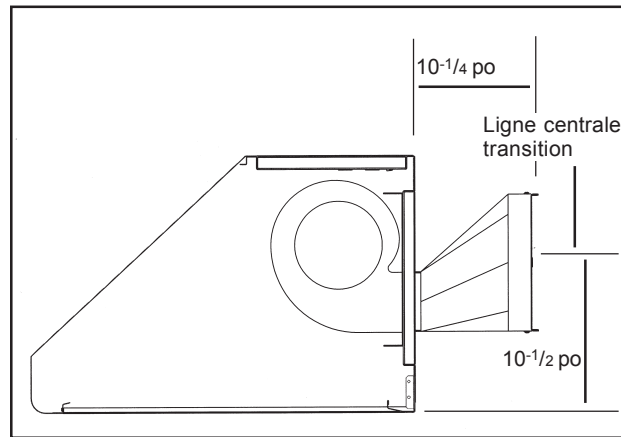

Figure 6
La transition fournie avec la hotte se branche sur un conduit rond 10 po standard. La figure 6 montre la transition branchée sur la décharge horizontale.
12. Avant de suspendre la hotte, installer la transition selon la figure 6. Fixer la transition avec 2 vis (n° 8 x 3/8 po, à métal, fournies) et apposer du ruban selon le code. **Remarque :** les vis ne doivent pas nuire au fonctionnement du registre